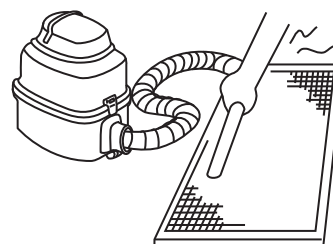

Fig.6-3
- O lado de entrada de ar deverá ficar virado para cima, no caso de usar um aspirador. (Ver Fig. 6-3)